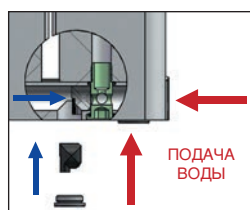

Рис. 3
- (рис. 3) диафрагму разместить с правой стороны радиатора, если теплоноситель подается через боковой или нижний вход с правой стороны